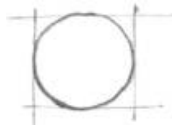

Figura V-5. Circunferencia pequeña.
- **Circunferencia de pequeño diámetro:** será suficiente con ubicar el **cuadrado circunscrito**. Se efectúan dos trazos en sentido descendente, de forma tal que los **lados del cuadrado resulten ser tangentes a la circunferencia** que estamos dibujando, como en la figura V-5.